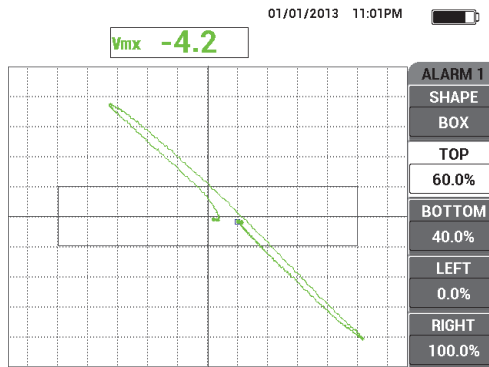

Abbildung 5-60 Alarmparameter
1. Abhängig von Ihren Prüfanforderungen, stellen Sie die Alarmparameter, **SIGNAL** oder **EXT HORN**, lauter ein. Für weitere Einzelheiten zu Alarmen siehe „Alarmmenü“ auf Seite 315. Die Alarmparameter in Abbildung 5-60 auf Seite 185 können auf eine negative Polarität des Alarms eingesetzt werden.
Das resultierende Signal sollte dem Beispiel in Abbildung 5-60 auf Seite 185 ähneln. Beachten Sie, dass der Wert der maximalen Signalamplitude und des Signalwinkels standardmäßig angezeigt wird. Für weitere Einzelheiten zu Art des Messwerts oder Position in der Impedanzebene siehe „Anzeige von Messwerten in Echtzeit“ auf Seite 64.